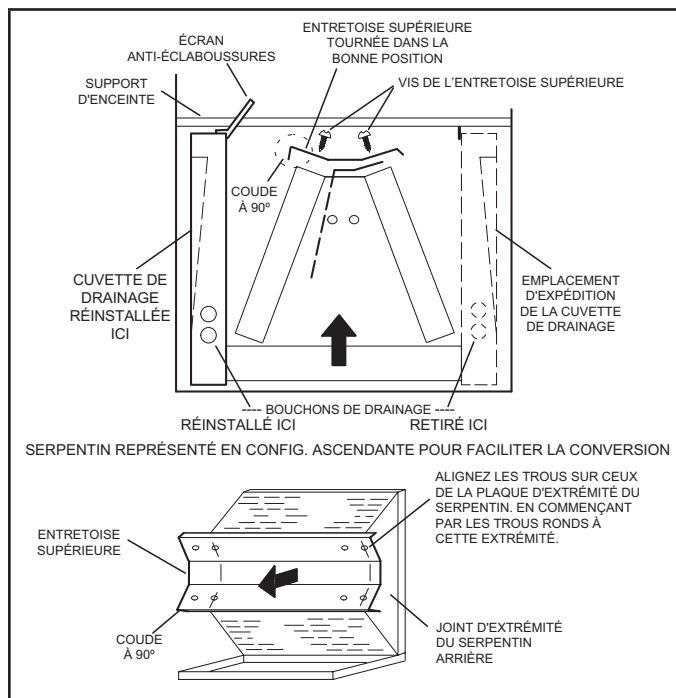

FIGURE 4. Modification sur place pour refolement du côté gauche
- 5 - Retirez les vis du couvercle supérieur. Retirez la vis de l'écran anti-éclaboussures horizontal située au centre du joint d'extrémité arrière du serpentin comme illustré à la figure 4, page 5.
- 8 - Faites pivoter le couvercle supérieur de 180° pour inverser l'avant et l'arrière, et alignez-le sur des trous de vis inutilisés. Les trous doivent être alignés avec les plaques d'extrémité arrière et avant du serpentin. Le couvercle supérieur comporte un rebord plié à 45° d'un côté et à 90° de l'autre. **Le rebord plié à 90° doit être du côté de la cuvette de drainage horizontale** comme illustré à la figure 4, page 5.
- 9 - De la position pour configuration ascendante, faites pivoter l'enceinte de 90° vers la gauche et installez-la en position. Remontez le ventilateur. Fixez le serpentin en pliant la languette vers le bas sur le rail de support de l'enceinte comme illustré aux figures 4 et 5.